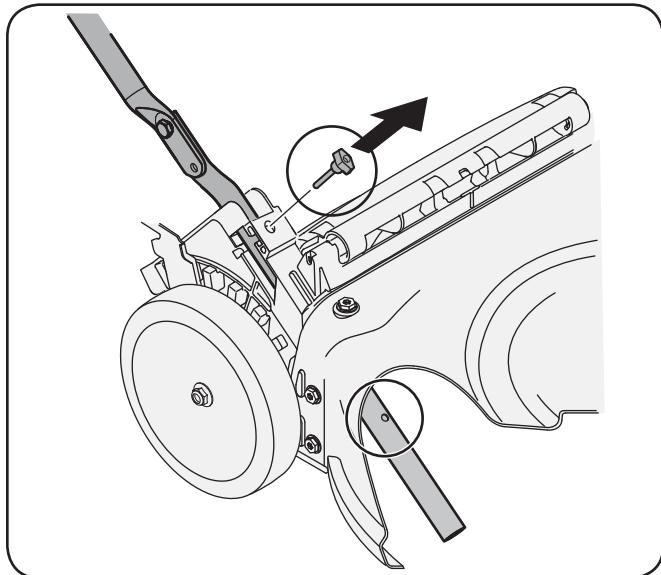
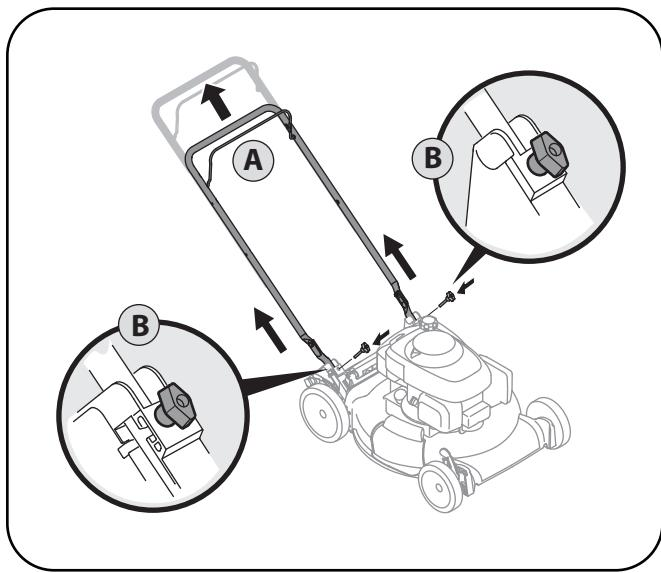

Figure 3-3
Figure 3-4
2. Retirez les boulons à tête en T des supports du guidon, comme la Figure 3-3.
- Relevez le guidon jusqu'à ce que les trous du guidon inférieur (voir l'éclaté de la Figure 3-3) s'alignent avec les trous des supports du guidon. Voir la Figure 3-4.
- Insérez les boulons à tête en T, enlevés au paragraphe 1b, dans les supports du guidon et dans le guidon inférieur et serrez à fond pour maintenir le guidon en place. Voir la Figure 3-4.